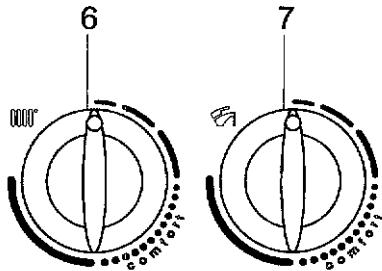

Fig. 22A
- 1) Turn the control knob 6 (figure 1) fully counter-clockwise to its minimum value as shown in figure 22A.
- 1) tourner le bouton 6 (figure 1) dans le sens inverse des aiguilles d'une montre et les mettre sur la valeur minimum comme le montre la figure 22A;
- 4.1) If there is no manual exit as described in point 4, after 5 minutes approx the "view parameters" function will be interrupted automatically. When automatic exit is tripped, the letter "d" will be displayed, alternating with the boiler flow temperature value. The display remains in this state until such time as the position of the knob 6 (figure 22A) is changed, or until the boiler is disconnected from the power supply.
- 4.1) Si la sortie manuelle décrite au point 4 n'est pas effectuée, la fonction "affichage paramètres" est interrompue automatiquement au bout de 5 minutes. Lorsque la sortie automatique a lieu, l'afficheur visualise la lettre "d" en alternance avec la valeur de la température d'aménée. Ce message reste affiché jusqu'à ce que l'on déplace la manette 6 (figure 22A) ou si l'on coupe l'alimentation électrique de la chaudière.